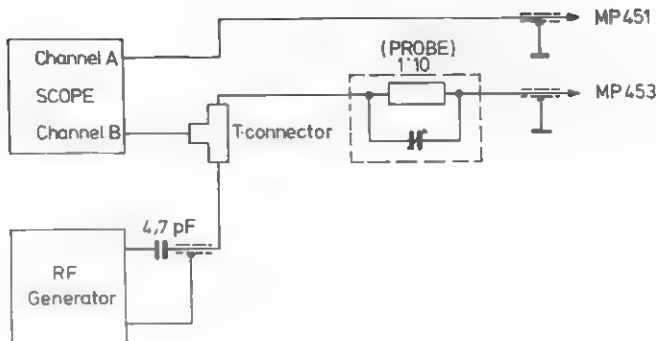

Fig. 10
- Sluit een dubbelstraal oscillograaf aan op de volgende manier (zie fig. 10 ).